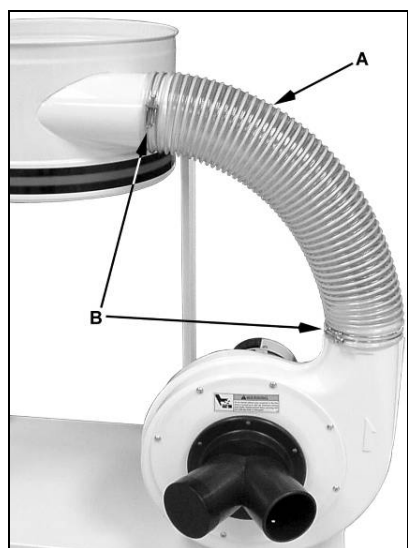

Fig 6
Fixer le tuyau (A, Fig 6) avec les 2 colliers de serrage joints à la livraison (B).